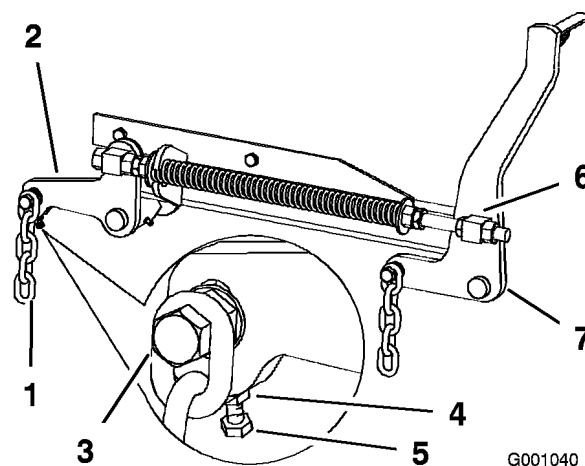

Bild 68
- Wenn die Werte an den Stellen **B** oder **C** falsch sind, lösen Sie die Schraube, mit der die hintere Kette am hinteren Stützarm befestigt ist (Bild 68).
- Lösen Sie die Klemmmutter unter dem hinteren Stützarm und stellen Sie die Einstellschraube so ein, dass Sie einen Wert von 79 bis 82 mm erhalten (Bild 68).
7. Lösen Sie die Klemmmuttern der vorderen Drehzapfen, vorne am rechten und linken Drehzapfen, um ungefähr 13 mm (Bild 68).
8. Stellen Sie die Hubmutter auf der linken und rechten Seite der Maschine ein, um einen Wert zu erzielen, der vorne an Stelle A um 6 bis 10 mm niedriger ist als hinten an Stelle **B** (Bild 68).